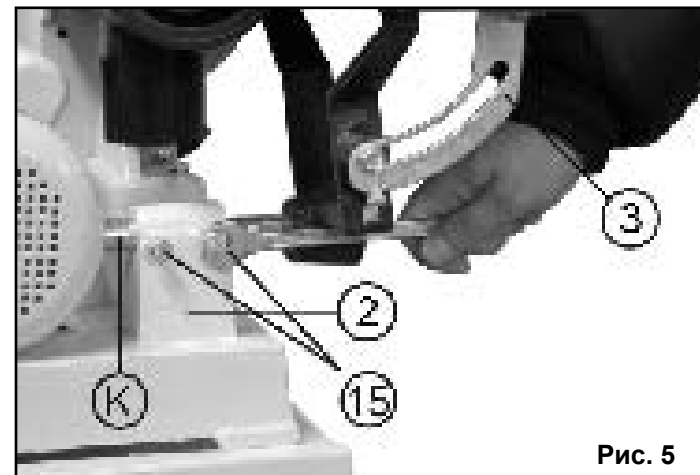
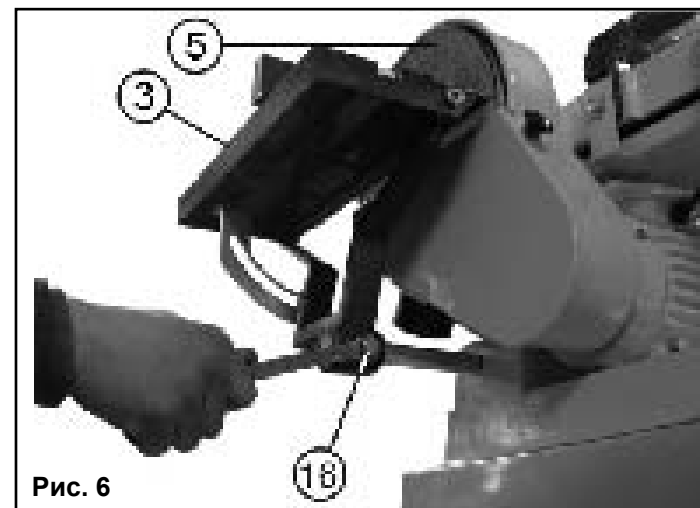
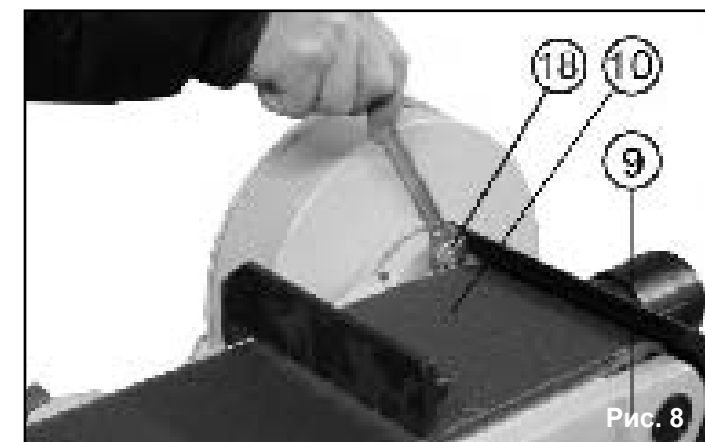
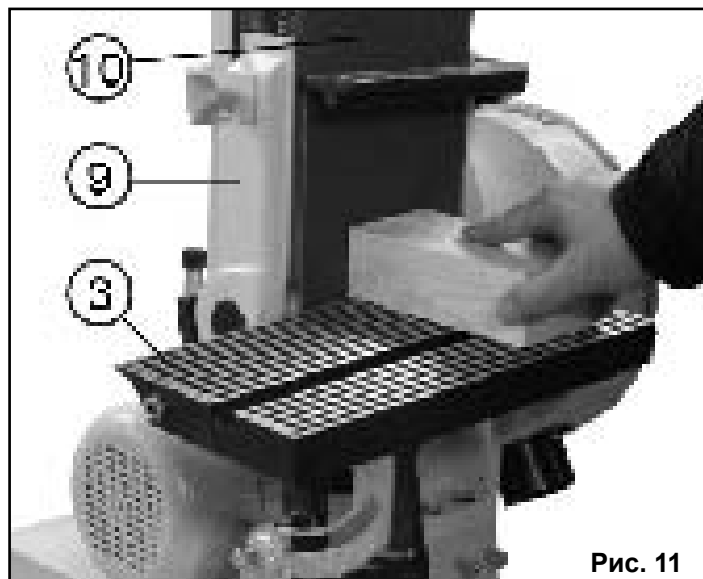

Рис. 5
Рис. 6
Рис. 8
Рис. 11
8.3. Установка рабочего стола (Рис.5,Рис.6)
9.1.2. Ослабьте фиксирующий болт (16), Рис.6, и установите рабочий стол (3), с минимальным зазором относительно шлифовального диска (5). Затяните фиксирующий болт (16), Рис.6.
Ослабьте две гайки (18), как показано на Рис.8 (одна гайка находится снизу) и поднимите стол шлифовальной ленты (9) до вертикального положения, затем затяните гайки (18).
Когда стол шлифовальной ленты (9), Рис.8, поднят, можно переместить рабочий стол (3), Рис.7, и установить его перед шлифовальной лентой (10), Рис.8. Выполните следующее: ослабьте болты (15), Рис.5, и переставьте рабочий стол (3), затем затяните фиксирующие болты (15),Рис.5, оставив минимальный зазор между шлифовальной лентой (10) и боковой поверхностью рабочего стола (3), Рис.11.
Когда шлифовальная лента (10) расположена вертикально, деталь опирается на задний упор или рабочий стол (3), Рис.11.